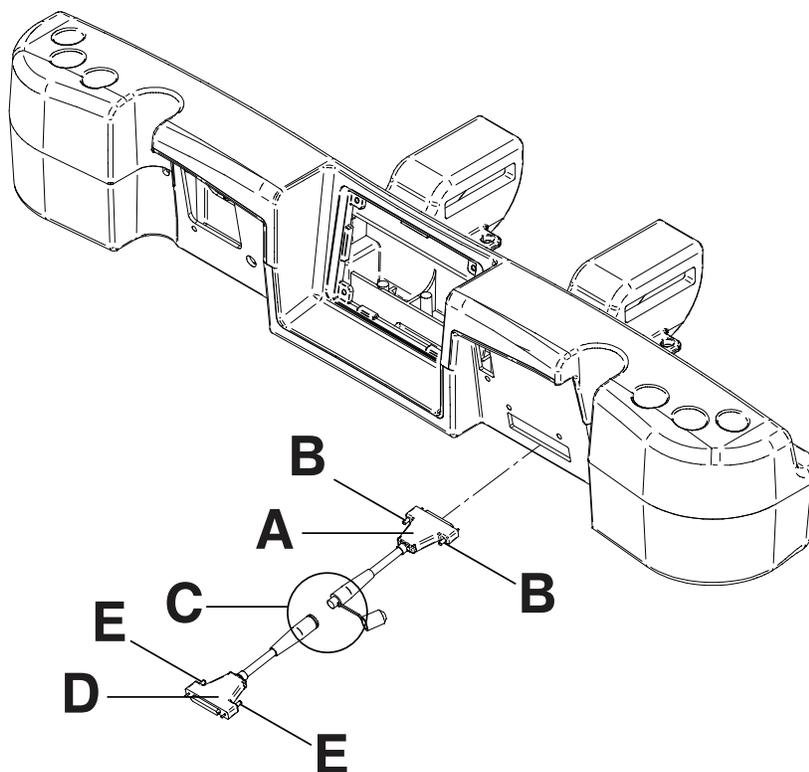

Figure 136 : Connexions du protecteur de mur
1. Insérer l'extrémité à broches du premier connecteur (A) dans le côté tête du produit (Figure 136 à la page 126).
2. Visser les raccords du connecteur (B) pour fixer le connecteur au produit (Figure 136 à la page 126).
3. Raccorder l'extrémité arrière du second connecteur dans l'extrémité arrière du premier connecteur (C) (Figure 136 à la page 126).
4. Insérer l'extrémité à broches du second connecteur (D) dans le mur (Figure 136 à la page 126).
5. Visser les raccords du connecteur (E) pour fixer le connecteur au mur (Figure 136 à la page 126).